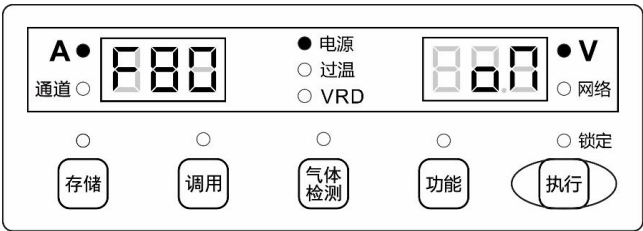

图 3-16 F80 菜单
2. 打开刷卡功能：调节面板旋钮选择内部菜单 F80，按下执行键，右侧数码管闪烁后，调节面板旋钮将 F80 参数设置为 ON，再次按下执行键，右侧数码管停止闪烁，即打开刷卡使能。如图 3-16 所示；